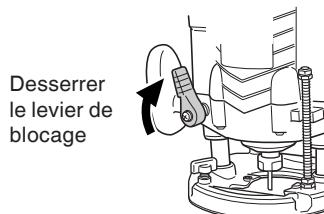

Fig. 5
- (3) Desserez le levier de blocage et appuyez sur le corps de l'outil jusqu'à ce que le couteau touche la surface plate. Resserrez le levier d'arrêt à ce moment là. (Fig. 5)